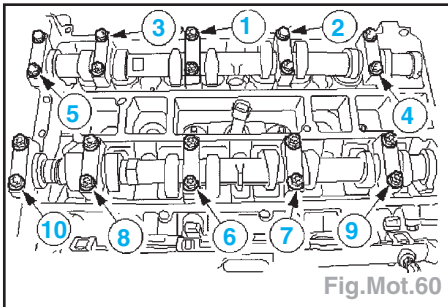

Fig.Mot.60
- Serrer les vis dans l'ordre indiqué en deux passes (Fig.Mot.60) :